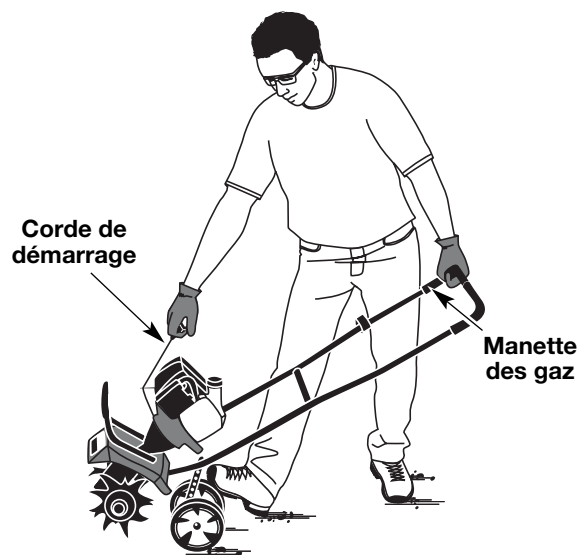

Fig. 12
AVERTISSEMENT : éviter le démarrage accidentel. Se tenir en position de démarrage pour lancer le moteur (Fig. 12). Lors du démarrage, l'opérateur et l'outil doivent être en position d'équilibre afin d'éviter le risque de blessures graves.
6. Tenez-vous entre les poignées et soutenez l'appareil en plaçant le pied gauche sur le support de roue et en tenant le guidon de la main droite (Fig. 12).